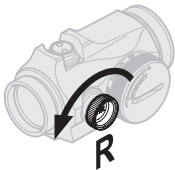

Fig. 4 Sidojusteringar
e. Sidojusteringar (Se Fig. 4)
- För att flytta träffpunkten åt höger, vrid Sidojusterskruven (5) moturs.
- För att flytta träffpunkten åt vänster, vrid Sidojusterskruven (5) medurs.